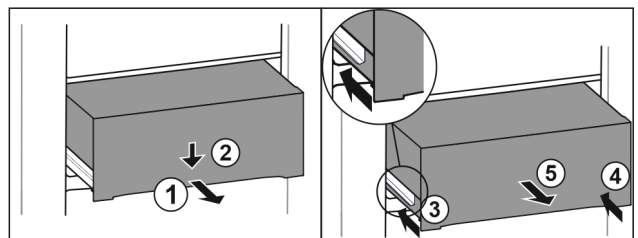

Fig. 136
- ▶ 将抽屉拉出一半。 Fig. 136 (1)
- ▶ 朝下按压正面的抽屉。 Fig. 136 (2)
- ▶ 将左侧轨道推入大约 2 cm。 Fig. 136 (3)
- ▶ 将右侧轨道推入大约 2 cm。 Fig. 136 (4)
- ▶ 朝前取出抽屉。 Fig. 136 (5)